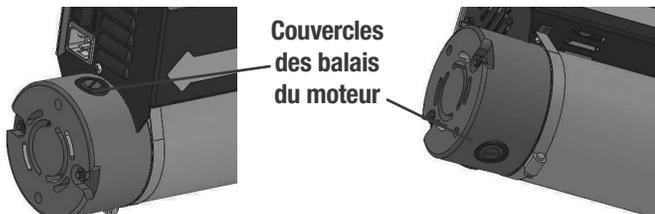

Figure 35 : Emplacement du balai sur le moteur
2. Dévisser le couvercle de balais situé à l'extrémité du moteur dans le sens antihoraire à l'aide d'un tournevis à tête plate pour exposer le balai (Fig. 35)